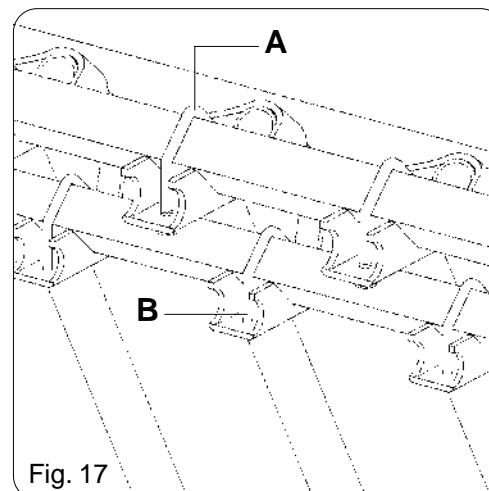

Fig. 17
- svitare la vite (A Fig. 17) dell'attacco assolcatore;
- svitare la vite (B Fig. 17)
- *unscrew the screws (Fig. 17, A)*
- *unscrew the screws (Fig. 17, B)*
- die Schrauben lösen (A Abb. 17)
- die Schrauben lösen (B Abb. 17)
- *desserer la vis (A Fig. 17)*
- *desserer la vis (B Fig. 17)*
- *destornillar el tornillo (A Fig. 17)*
- *destornillar el tornillo (B Fig. 17).*